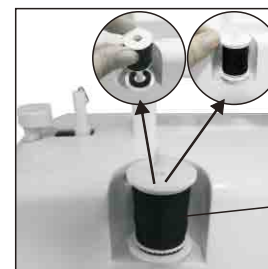

Fig. 11
- (1) Legen Sie eine Garnrolle auf den Garnrollenstift (Abb. 11).